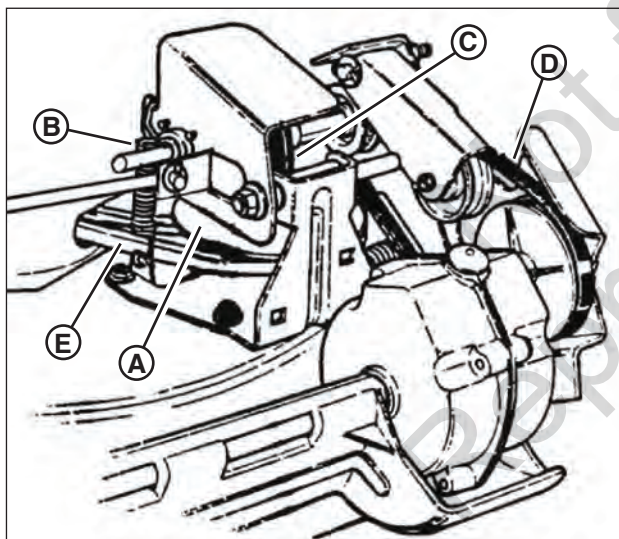

Figure 23: Composants d'entraînement de roue
1. De la graisse sur le disque d'entraînement (**A, Figure 23**) provoquant un glissement.